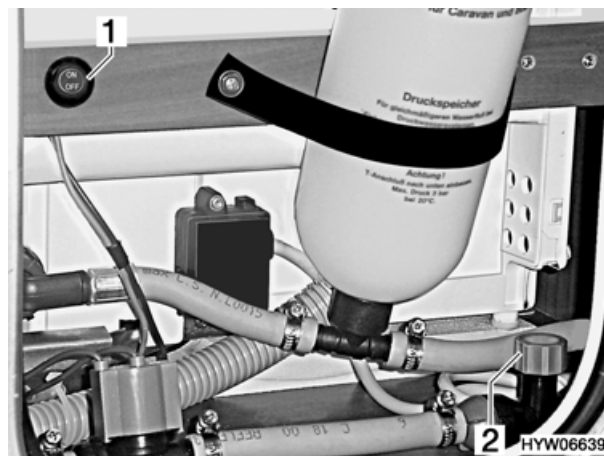

Fig. 96 Valvola di scarico della lavastoviglie
- Posizionare l'interruttore della pompa dell'acqua "acceso/spento" (Fig. 96,1) su "OFF" (spento), fino a che non siano più presenti rimanenze d'acqua.
- Aprire la valvola di scarico (Fig. 96,2).